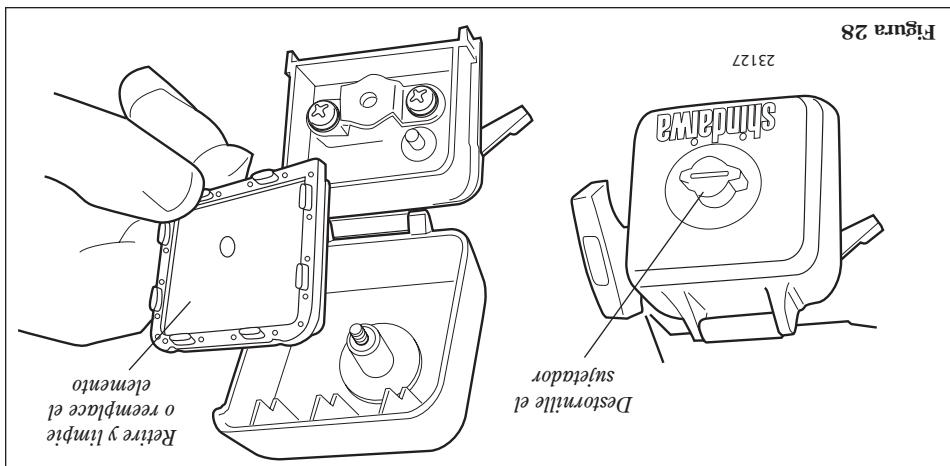

Figura 28
- Consulte la figura 28. Limpie o reemplace como se necesita. Para lavar place como lo indica la figura 28. Lávelo meticulosamente con agua y jabón. Déjelo que seque antes de reinstalarlo.